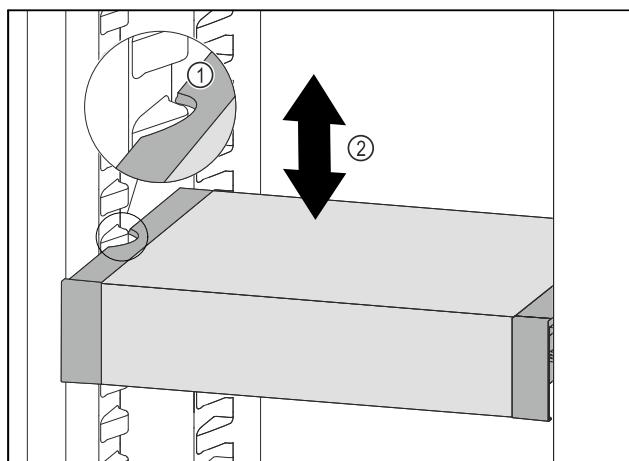

Fig. 113
- Тяните VarioSafe вперед, пока боковые выемки VarioSafe не окажутся на высоте выступа резервуара в холодильном отделении. Fig. 113 (1)
- Двигайте VarioSafe в холодильном отделении вверх или вниз, пока не будет достигнута требуемая высота. Fig. 113 (2)